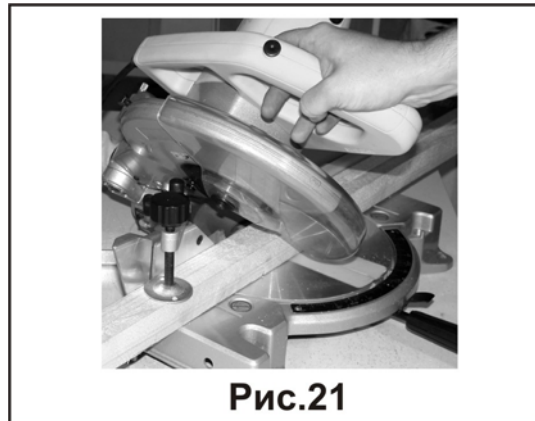

Рис.21
13.2. Наклонное пиление, (Рис. 21)